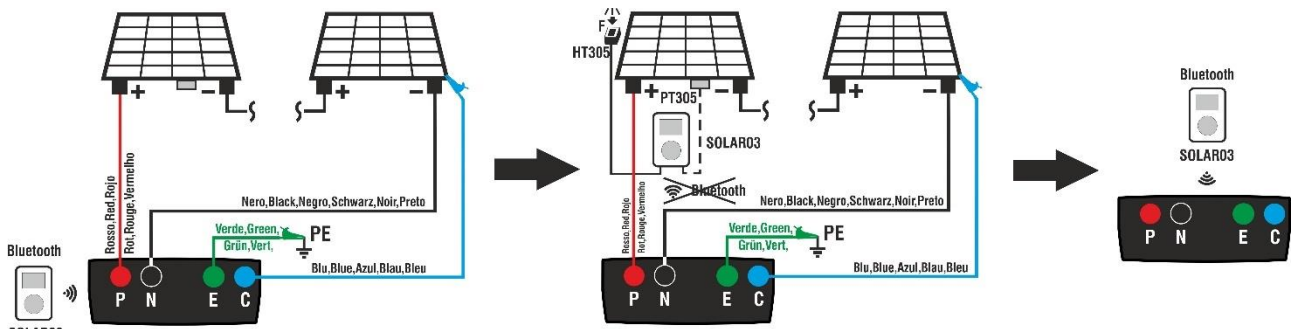
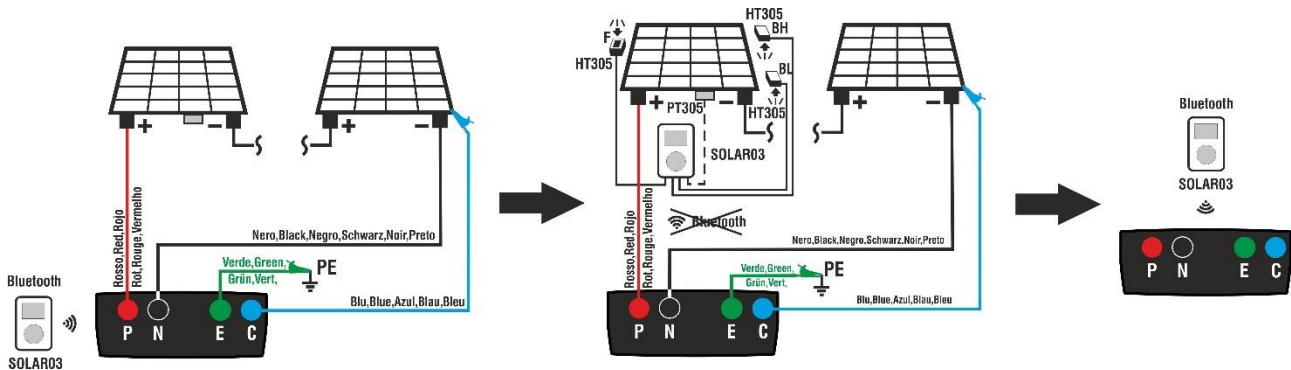

Fig. 13: Uso con SOLAR03 en registro síncrono en módulos Monofaciales
Fig. 14: Uso con SOLAR03 en registro síncrono en módulos Bifaciales
1. Conecte el instrumento al módulo/string en pruebas y eventualmente al nodo principal de tierra de la instalación y a las masas metálicas puestas a tierra como se muestra en Fig. 13 (módulos Monofaciales) o Fig. 14 (módulos Bifaciales). En particular:
- **En el caso de módulos Bifaciales** → posicione las **3 células de referencia HT305** sobre el plano frontal del módulo (**F**), sobre la parte superior trasera (**BH=BackHigh**) y sobre la parte inferior trasera (**BL=BackLow**) del módulo. Conecte la célula de referencia frontal (F) en la entrada “**INP1**”, la célula de referencia BH en la entrada “**INP2**”, la célula de referencia BL en la entrada “**INP3**” y **eventualmente** la sonda de temperatura **PT305** en la entrada “**INP4**” de la unidad remota. De acuerdo con la norma IEC/EN60904-1-2, el instrumento calcula el valor de irradiancia frontal equivalente (Irr_{eq}) que corresponde a la irradiancia en el plano frontal produciendo los mismos efectos que la irradiancia detectada en ambas caras teniendo en cuenta el coeficiente de bifacialidad (φ) del módulo según la siguiente relación:
3. Acerque la unidad remota SOLAR03 al instrumento como se muestra en la Fig. 13 o Fig. 14 – parte izquierda
6. Sitúe la unidad remota en cercanía de los módulos y conecte las sondas de irradiación/temperatura como se muestra en la Fig. 13 o Fig. 14 – parte central. **Habiendo ya iniciado el registro sobre la unidad remota SOLAR03 no es necesario mantener la conexión Bluetooth.** El conexionado (si es posible) permitirá solamente poder tener inmediatamente el resultado de la prueba sin esperar a terminar la sesión de medidas